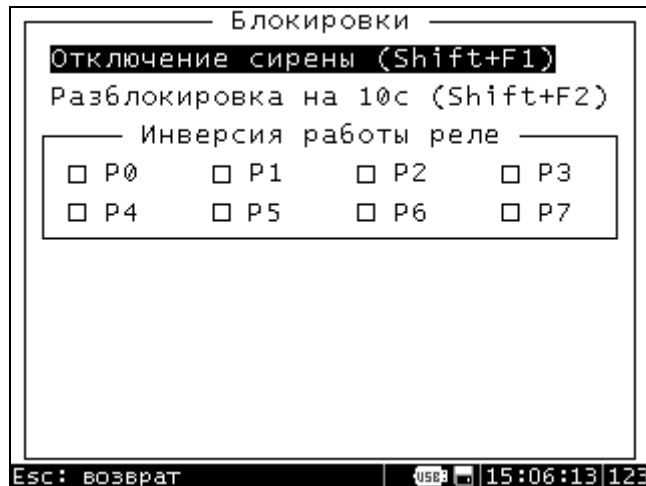

Рис. 13. Меню "Блокировки..."
2.3.3.5.2.3 "Блокировки...". Меню Блокировки (рис. 13), которое содержит следующие пункты: